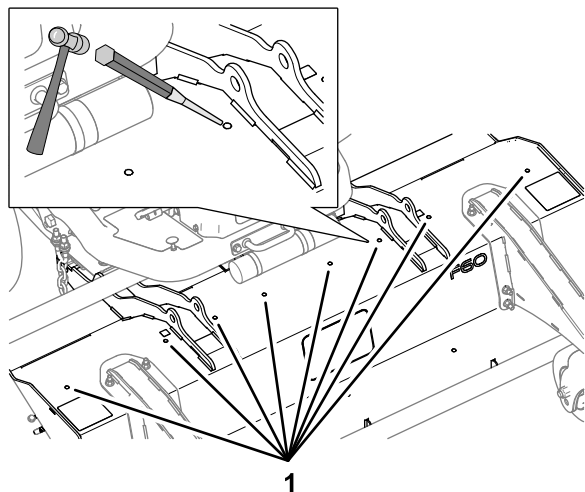

Figura 3
3. Identifique os oito tampões extraíveis na parte superior da plataforma (Figura 3).
4. Utilize um punção e martelo para remover os oito tampões extraíveis da parte superior da plataforma (Figura 3).